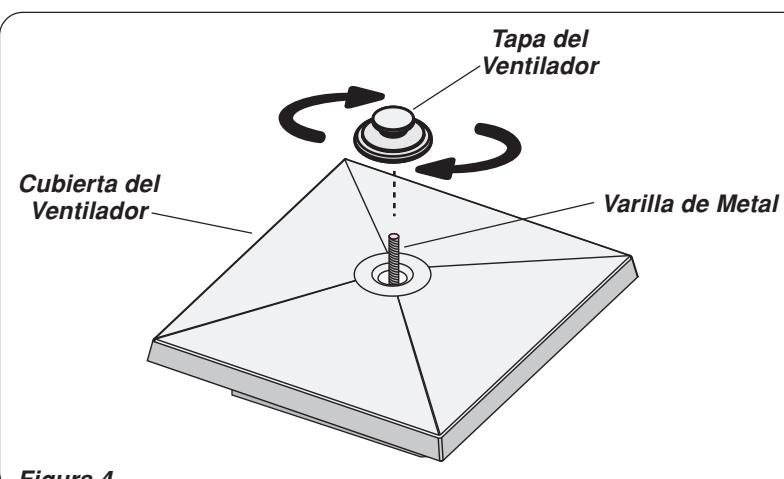

Figura 4
5. Coloque la **Tapa del Ventilador** sobre la **Varilla de Metal** en el centro de la **Cubierta del Ventilador**. (**Figura 4**)